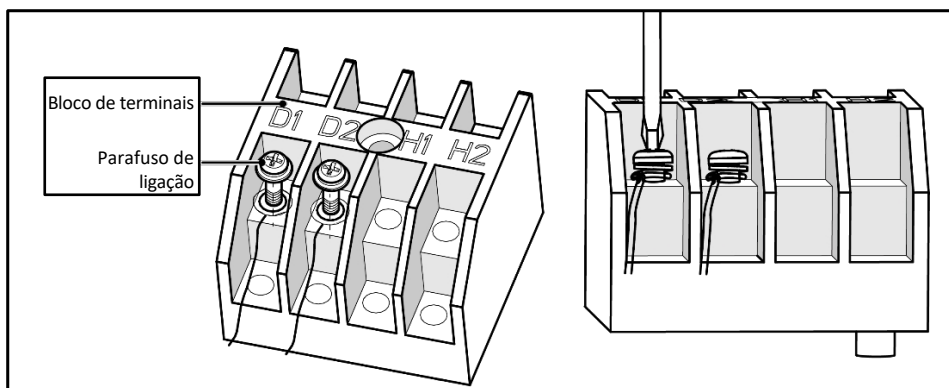

Fig. 5.3.1
- 3 Ligue o fio de comunicação aos terminais D1 e D2 do painel de cablagem interior de 4 bits, conforme ilustrado na Fig. 5.3.1.